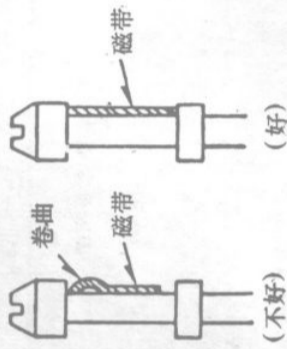

图 59
⑧ 如果发生卷曲(见图 59), 则需要对导柱重新进行调整(除导柱 P1 和 P4 外)。